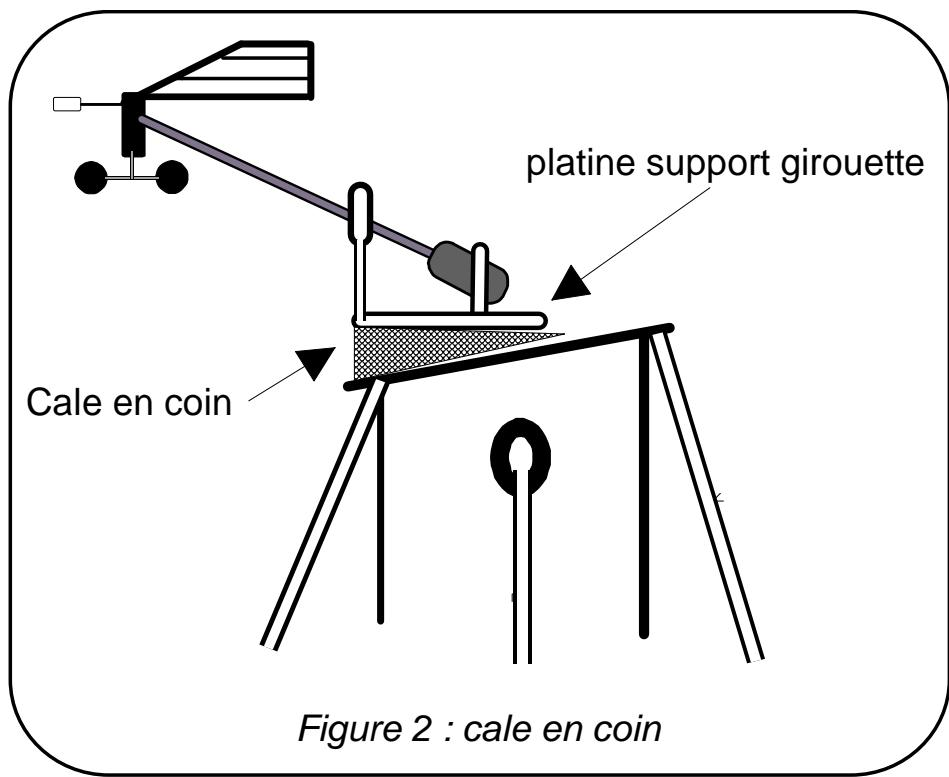

Figure 2 : cale en coin
- Etre horizontal. Si la surface de fixation n'est pas horizontale, par exemple la tête de mât est inclinée, fabriquez une cale en coin (figure 2).
1. Sur le plan horizontal de tête de mât, percez les quatre trous Ø4mm pour la fixation de la platine support (voir figure 2).